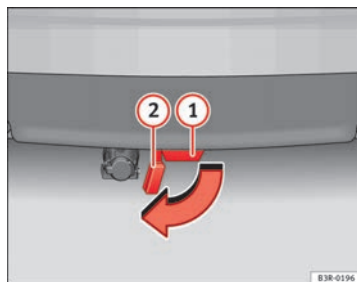

Abb. 155 Hinterer Stoßfänger: Verschlussdeckel öffnen
- Klappen Sie den Verschlussdeckel ② ⇒ Abb. 155 des Aufnahmeschachts ① unterhalb des Stoßfängers bis zum Endanschlag heraus. Der Verschlussdeckel verrastet am Endanschlag automatisch.